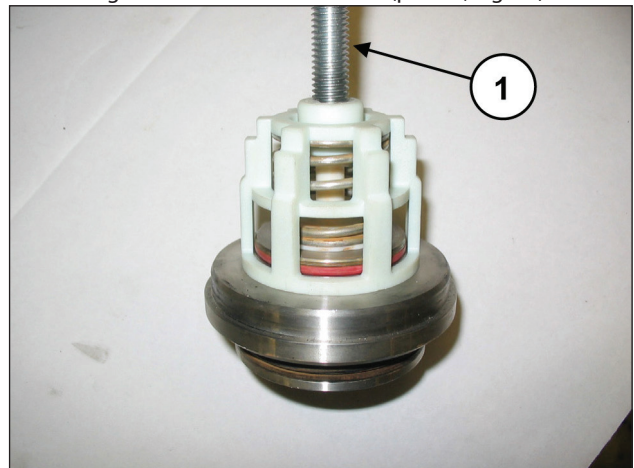

Fig. 97
Desmontar los grupos de las válvulas de aspiración y envío atornillando un tornillo M10 para presionar la guía interna y extraer la guía de la válvula de la sede (pos. ①, Fig. 97).